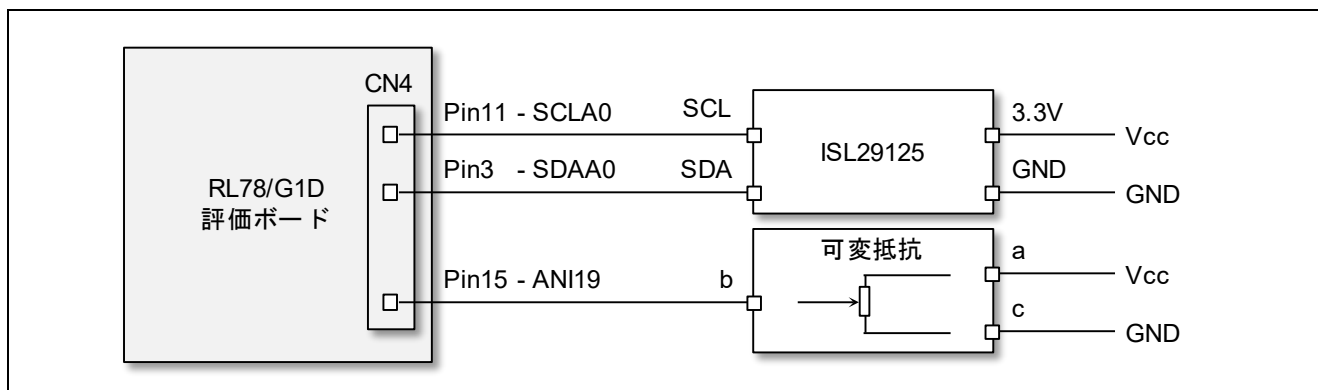

図 3-4 RL78/G1D 評価ボードへのセンサ接続
1. 図 3-4 を参照し、RL78/G1D 評価ボードに ISL29125 と可変抵抗を接続します。